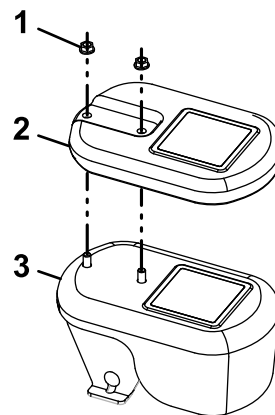

Figura 8
- Utilizzate i dadi ($\frac{3}{8}$ ") per aggiungete la zavorra piatta al gruppo zavorra nelle macchine con un piatto di taglio da 122 cm (Figura 8).